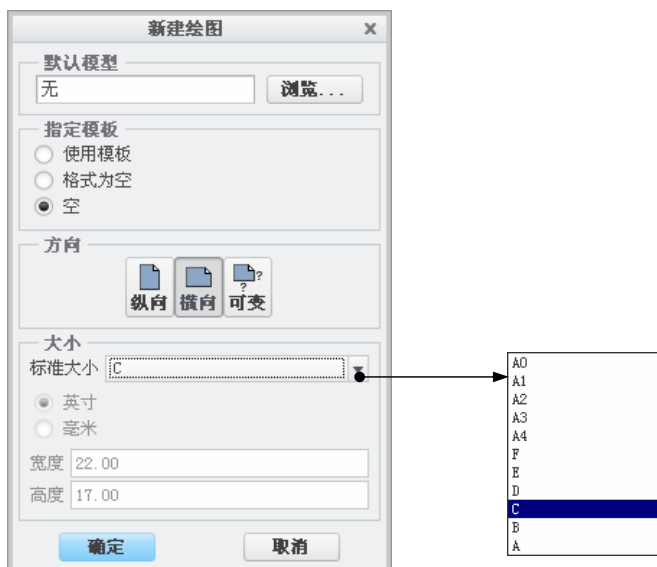

图 10.3.2 “新建绘图”对话框
(2) 在 **名称** 文本框中输入工程图的文件名，例如 body_drw。
(3) 取消 ☒ 使用默认模板 中的“√”号，不使用默认的模板。
(4) 单击该对话框中的 **确定** 按钮。
Step3. 选取适当的工程图模板或图框格式。在系统弹出的“新建绘图”对话框中（图 10.3.2），进行下列操作。
如果选取其中的 **空** 单选项，需进行下列操作（图 10.3.2 和图 10.3.3）。
如果选中 **格式为空** 单选项，需进行下列操作（图 10.3.2 和图 10.3.4）：
如果选中 **使用模板** 单选项，需进行下列操作（图 10.3.2 和图 10.3.5）：
(1) 还有一种进入“普通视图”(即“一般视图”)命令的方法，就是在工具栏区选择
(2) 如果在图 10.3.2 所示的“新建绘图”对话框中没有默认模型，也没有选取模型，那么在执行 **插入普通视图...** 命令后，系统会弹出一个文件“打开”对话框，让用户选择一个三维模型来创建其工程图。